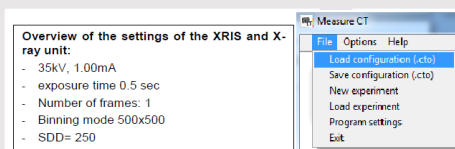
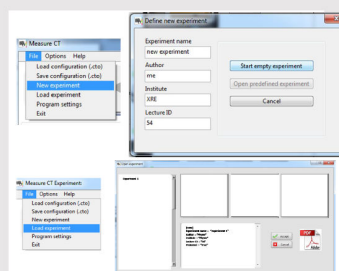

Рис. 4:
Рис. 5: Как создать новый или открыть существующий эксперимент
- Отрегулируйте настройки XRIS и рентгеновской установки в соответствии с рис. 4 или загрузите конфигурацию из заранее определенного файла СТО 'Эксперимент 2' (см. рис. 5).
- Начните новый эксперимент, дайте ему уникальное имя и введите свои данные (рис. 5). В качестве альтернативы можно также загрузить этот эксперимент с предварительно записанными изображениями и открыть это руководство. Правильная конфигурация будет загружена автоматически, но функциональные возможности программы будут ограничены, чтобы избежать перезаписи существующих данных.